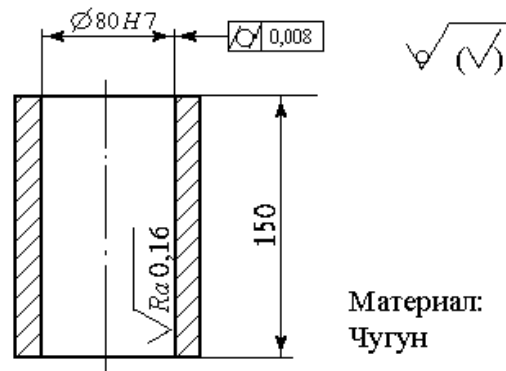

Рисунок 11
7. Выполнить эскиз технологической схемы финишного перехода при обработке внутренней цилиндрической поверхности с указанием баз, главных и вспомогательных движений (рисунок 11).